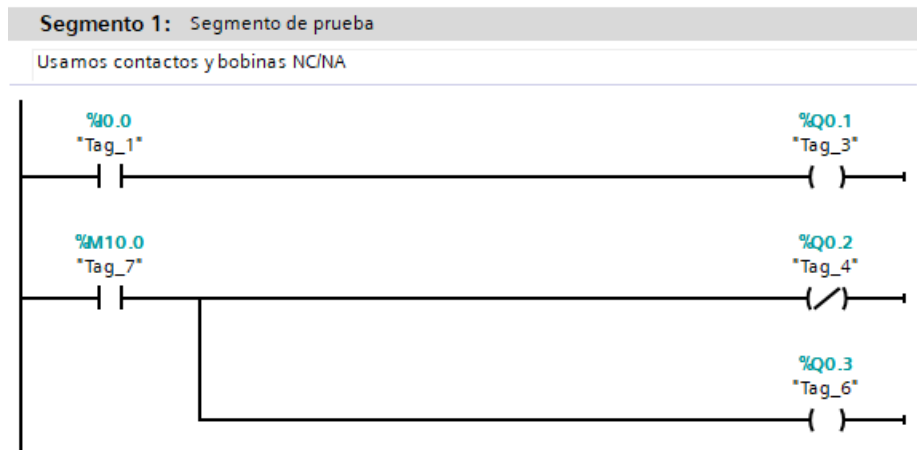

Figura 5. Ejemplo de segmento 1 para el ejercicio práctico 1
5. Haz doble clic sobre Bloques de Programa -> Main [OB1]. Familiarízate con las opciones principales de la interfaz de programación de lenguaje KOP (escalera) e intenta programar el segmento sencillo con contactos NC y NA y bobinas de la figura 5. Usa las direcciones absolutas de E/S que has visto en clase (%I0.1, %Q0.2...). Ponle un nombre y un comentario al segmento.